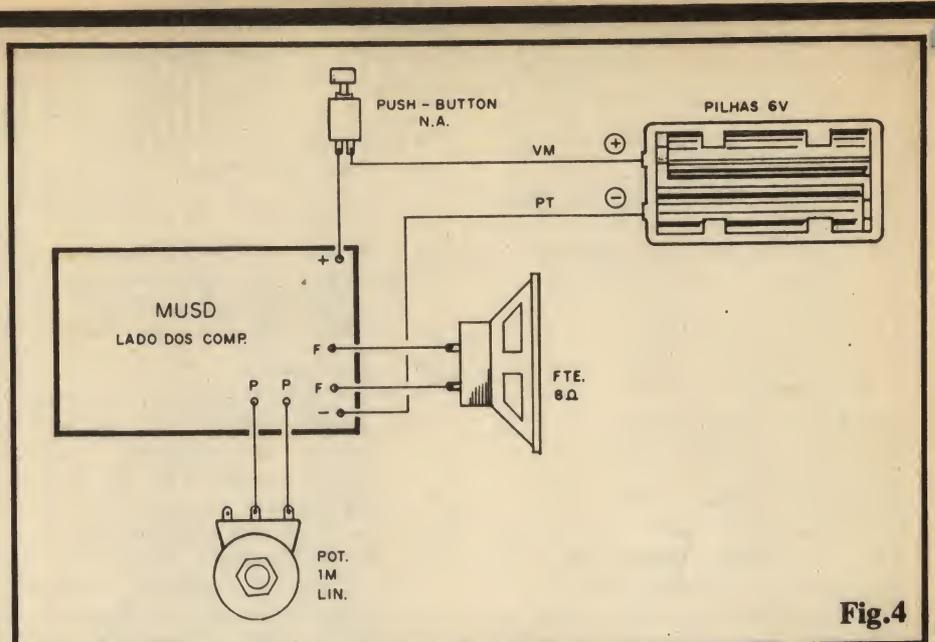

Fig.4
- FIG. 4 - CONEXÕES EXTERNAS À PLACA - Poucas, porém importantes, são as ligações "fora" da placa, todas mostradas com clareza no diagrama (a plaquinha continua vista pela face não cobreada...). Atenção à polaridade da alimentação, lembrando sempre que o fio **vermelho** do suporte de pilhas corresponde ao **positivo**, enquanto que o fio **preto** indica o **negativo**. Observar também as ligações (sem grandes problemas...) do alto-falante e do potenciômetro... Como sempre, recomendamos a utilização de cabagem curta, já que aqueles "fiozões" pendurados pra todo lado, além de enfeiar a montagem, costumam contribuir para problemas de funcionamento, ou ensejar defeitos, rompimentos de conexões, essas coisas...